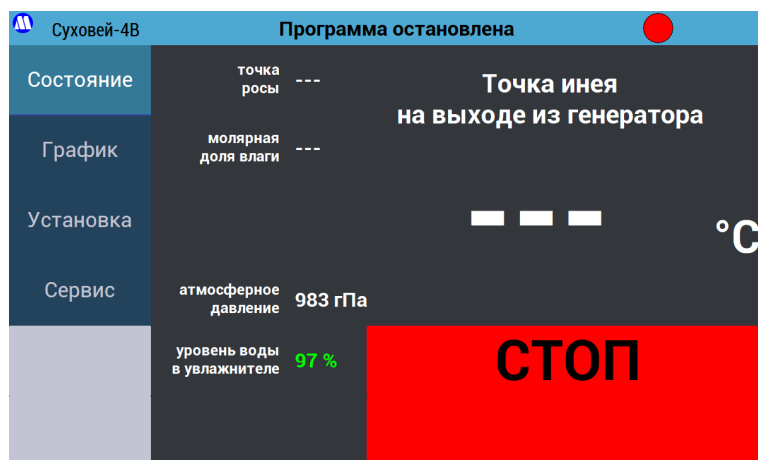

Рисунок 30 – Программа остановлена.
8.5.18. При работе в режиме «Установка» после фиксации показаний поверяемых СИ нажмите кнопку «СТОП» в левом нижнем углу (прекратится поддержание влажности и будет снята блокировка интерфейса, подача газа на СИ прекращаться не будет, см. Рисунок 30), затем установите следующее значение температуры точки росы/инея, используя меню «Установка».